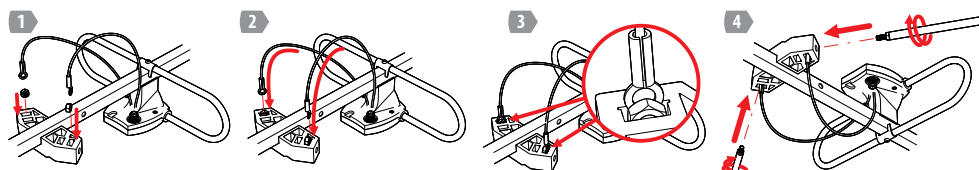

Рис.3 Установка вибраторов МВ и подключение к ним линий связи
6.3 Вставьте гайки М6 в пазы изолятора с небольшим усилием (рис.3 поз.1), затем вставьте наконечники проводников пазы изолятора, так чтобы они оказались между гайкой и корпусом изолятора (см. рис.3 поз.2 и 3). Вверните МВ вибраторы в гайки М6 через отверстие в изоляторе и затяните их до упора (см. рис.3 поз.4). В случае необходимости возможно дотянуть вибраторы с помощью гаечного ключа.